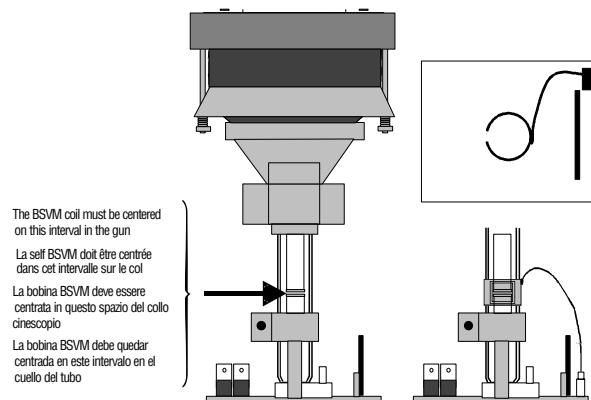

Fig. 4
- . Après la mise en place du déviateur repositionner et centrer le flexiboard (Self BSVM) sur le col du tube comme indiqué en Fig.4.